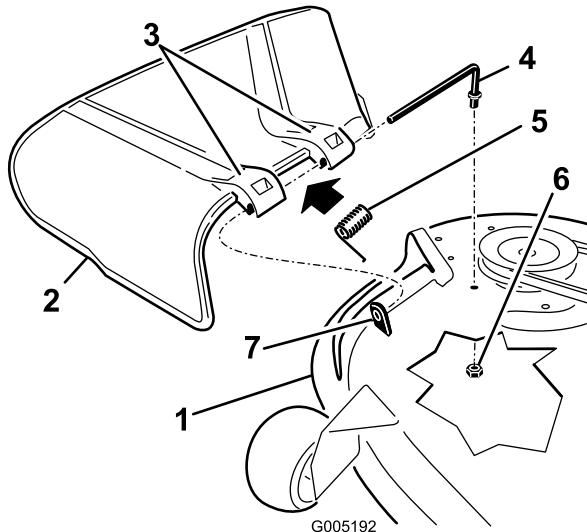

Figure 68
2. Sortez la tige de la courte cheville de positionnement, du ressort et du déflecteur d'herbe (Figure 68).
4. Remettez en place le déflecteur d'herbe (Figure 68).
7. Insérez la tige dans le deuxième support du déflecteur d'herbe (Figure 68).
9. Fixez l'extrémité arrière de la tige dans le plateau de coupe à l'aide d'un écrou (3/8 po), comme montré à la Figure 68.
1. Retirez l'écrou (3/8 pouce) de la tige, sous le plateau de coupe (Figure 68).